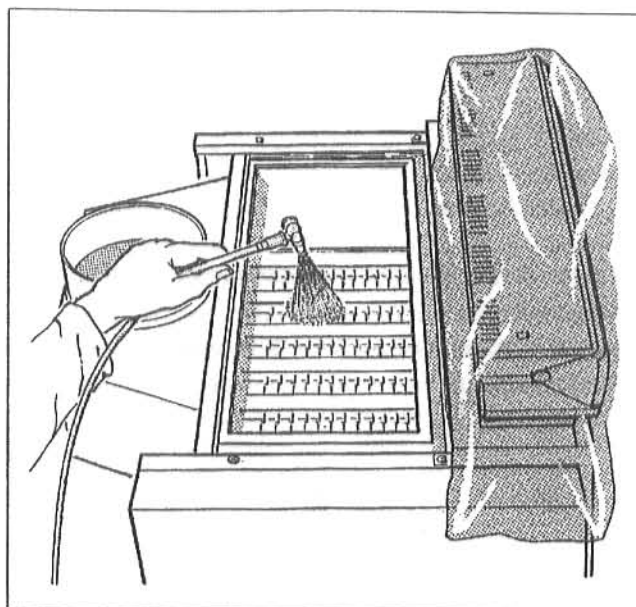

Fig. 42: Curățirea prin stropire
- Canalul gazelor de încălzire se vor stropi uniform cu detergent (Fig. 42).